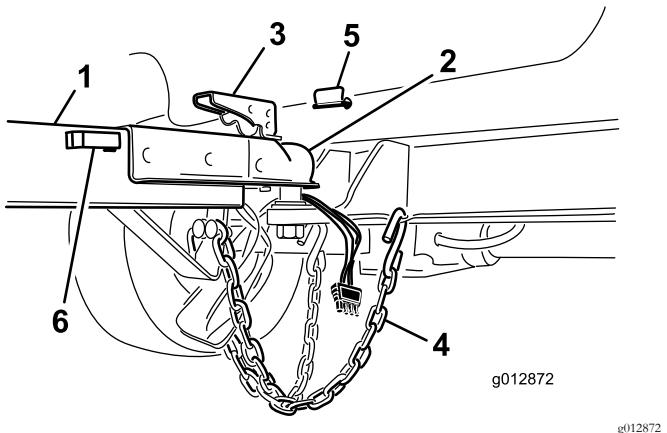

Рисунок 12
- Поднимите рычаг сцепки на буксировочной штанге, одновременно опуская гнездо на шар сцепного устройства (Рисунок 12).